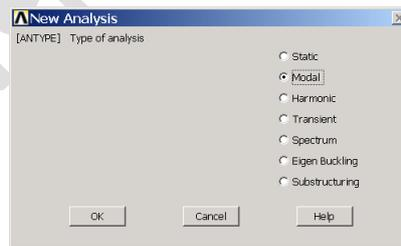

图10.19 选择分析类型
(15) 下面进行求解器相关设置。单击 Main Menu>Solution>Analysis Type>New Analysis 菜单，弹出【New Analysis】对话框，如图 10.19 所示。选择【Modal】单选按钮，然后单击【OK】按钮。